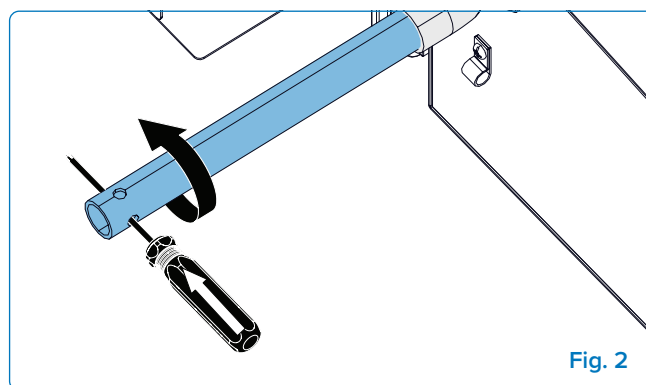

Fig. 2
5. **Le tuyau de sortie du fumoir** – peut être dévissé pour être nettoyé. Insérez un tournevis dans les trous situés à l'extrémité pour obtenir un effet de levier supplémentaire (**Fig. 2 et 3**).